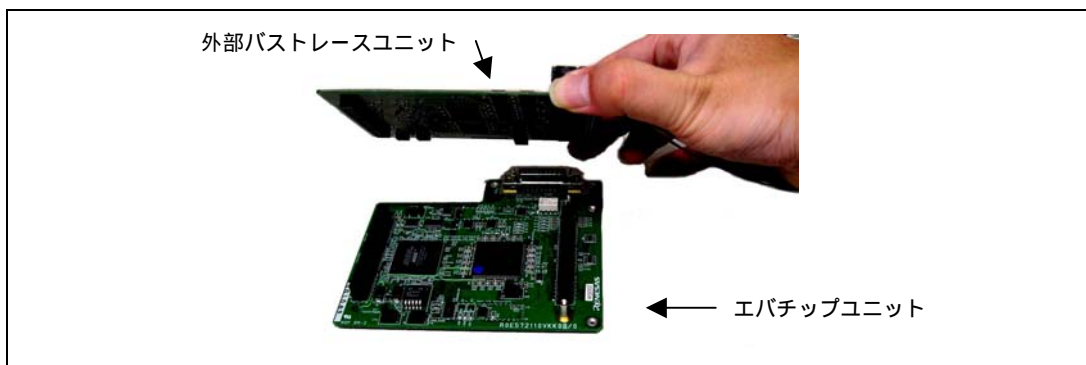

図 2.3 外部バストレースユニットとエバチップユニットの接続方法
- 外部バストレースユニットとエバチップユニットを組み合わせてご使用になる場合には、図2.3のように外部バストレースユニットとエバチップユニットを接続してください。